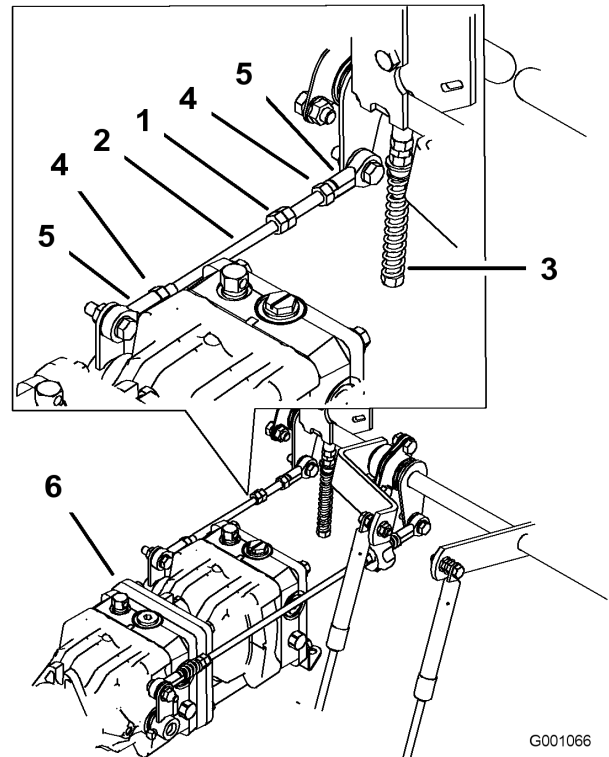

Figura 69
1. Afloje las contratuercas de la articulación esférica de la varilla de control de la bomba (Figura 69).
3. Ajuste la longitud de la varilla de la bomba girando las tuercas dobles de la varilla, en el sentido apropiado, hasta que la rueda quede estacionaria o se mueva muy lentamente en marcha atrás (Figura 69).
6. Apriete las contratuercas de las articulaciones esféricas (Figura 69).